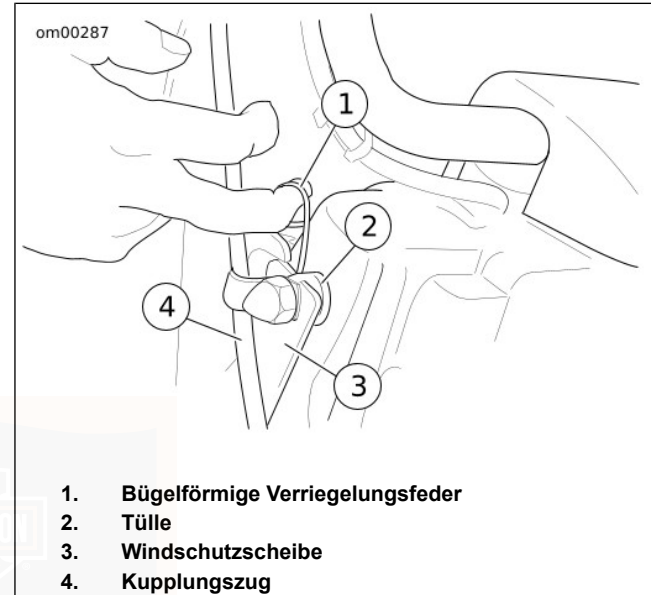

Abbildung 23. Windschutzscheibe: FLHR/C
1. Siehe Abbildung 23. Die bügelförmigen Verriegelungsfedern an beiden Seiten der Windschutzscheibe anheben und den OBEREN Teil der Windschutzscheibenbaugruppe nach vorne verschieben, bis die OBEREN Halterungsrasten von den Tüllen gleiten.
1. Siehe Abbildung 23. Die bügelförmigen Verriegelungsfedern an beiden Seiten der Windschutzscheibe anheben und den UNTEREN Teil der Windschutzscheibenhalterung mit den Rasten auf die unteren Tüllen schieben.